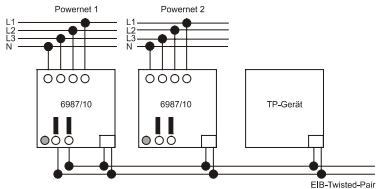

Fig. 3
2. Tensione di alimentazione bus con sistema di alimentazione interna: L'accoppiatore di sistema possiede una sorgente di tensione interna che fornisce una tensione di uscita ridotta di $24\text{ V} \pm 5\text{ V DC}$. Con questa tensione si possono alimentare fino a 5 altri apparecchi (accoppiatori di sistema o moduli EIB-TP) (ad esempio per accoppiare diversi settori Powernet). Per l'autoalimentazione dell'accoppiatore di sistema è necessario collegare la tensione di uscita al morsetto di allacciamento del bus (vedi fig. 3).